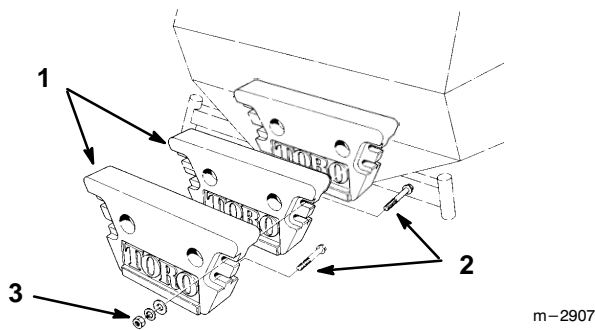

Abbildung 3
1. Zwei (2) Gewichte mit (4) 89 mm (1/2 x 3-1/2")-Schrauben, (je 4) 12,7 mm (1/2")-Unterlegscheiben, 12,7 mm (1/2")-Sicherungsscheiben und 12,7 mm (1/2")-Muttern am vorhandenen Gewicht befestigen (Abb. 3).